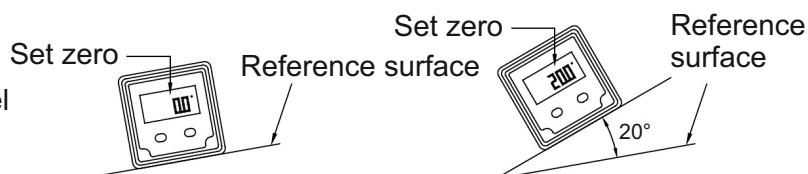

Abb. 3
- » Bewegen Sie das Instrument auf die Messfläche, der angezeigte Wert ist der Winkel zwischen der Messfläche und der Referenzfläche (Abb. 3).